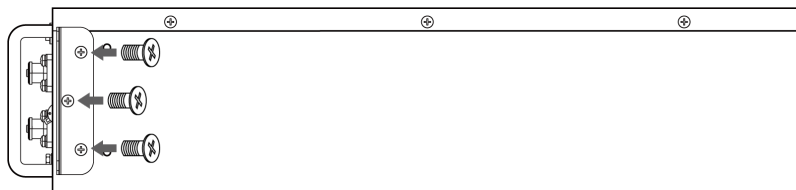

Рис. 4-2
f) Закрепите монтажные уши по бокам батареи шестью винтами М4×8, как показано на рис. 4-2.